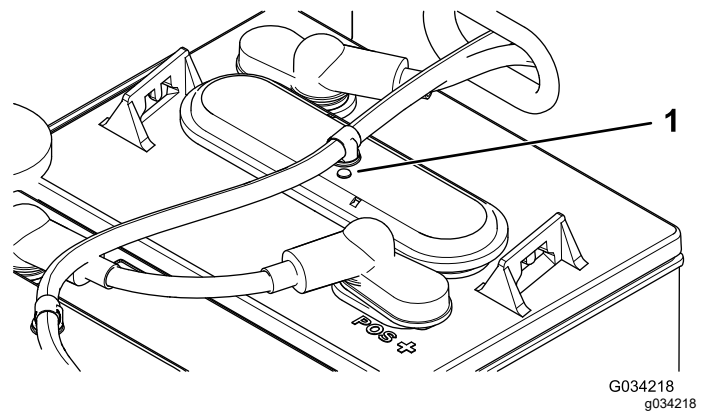

Figure 39
- Sur chaque batterie, vérifiez si la pastille est noire ou blanche (Figure 39).